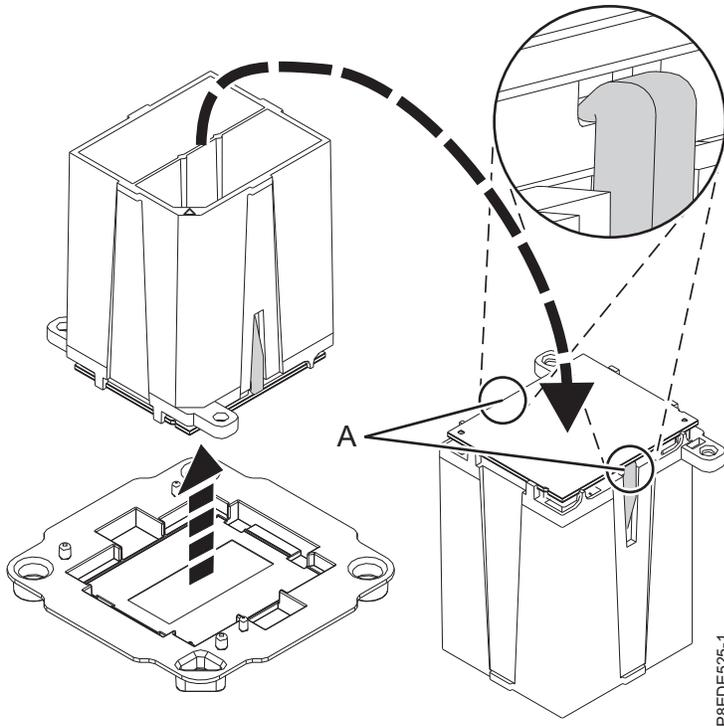

Figure 97. Préparation à l'installation du module processeur système
- b. Vérifiez que les deux pinces (A) agrippent fermement le module processeur système, comme illustré dans la figure 97.